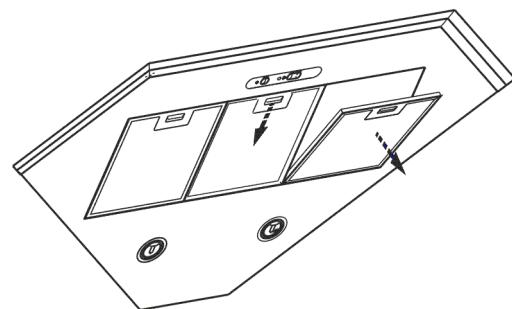

рис. 4
8.3 Для очистки алюминиевого фильтра извлеките его из кухонной вытяжки (рис. 4) и произведите очистку с помощью щетки горячим водным раствором нейтрального моющего средства вручную или в посудомоечной машине (при 60°C).
- перед установкой вытяжки снимите алюминиевые фильтры, для этого нажмите на пружинный замок на фильтре и потяните его вниз и на себя (рис. 4);